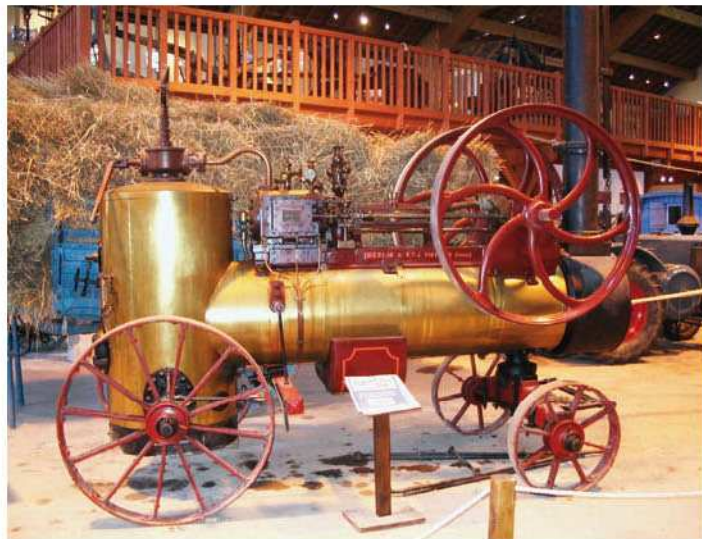

Fig. 2 Locomobile Merlin de 1923 au Musée de la moisson à Sagy
Pour construire le modèle, j'ai commencé avec la grosse monture en fer à cheval (Fig. 2) à l'extrémité sud du télescope et je l'ai modélisée avec succès par des bandes incurvées de 11 trous (89) séparées par des bandes coudées de
Fig. 2: Le modèle de télescope. La grosse monture en fer à cheval tourne autour de l'axe polaire qui est incliné vers le pôle sud céleste avec l'angle approprié de 31°.